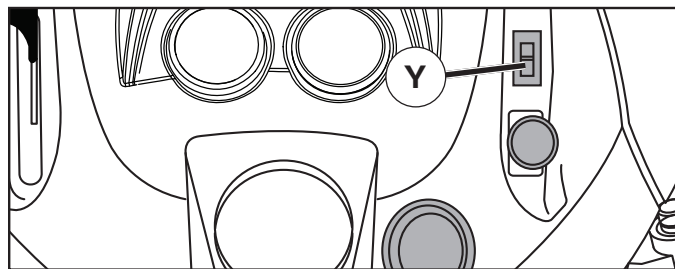

Fig. 8
- Con el pedal (K) de marcha adelante apretado a la velocidad deseada, mover la palanca de mando de cruceo hacia adelante hasta la posición "SET" y mantenerla mientras se levanta el pie del pedal, luego soltar la palanca (J) de mando de cruceo.
CÓMO USAR EL CONTROL DEL CIERRE DIFERENCIAL (Y) (Ver la Fig. 8)